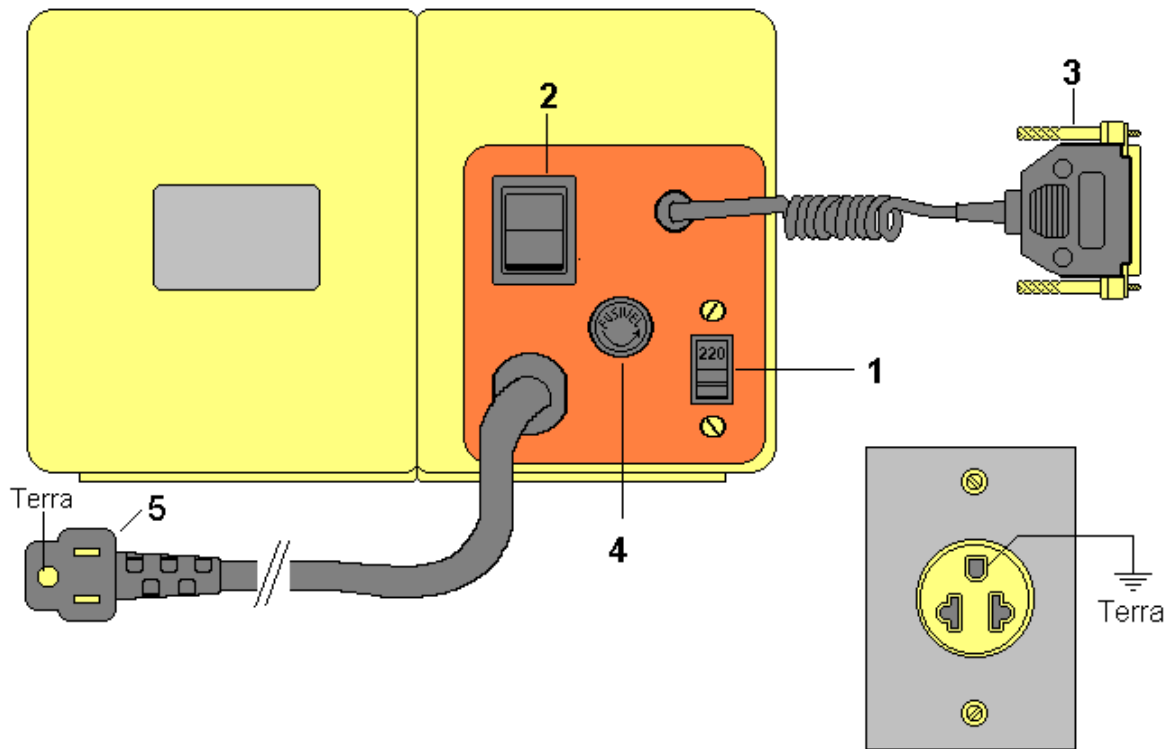

FIGURA 1
Verifique se a tensão de alimentação da impressora é compatível com a que será utilizada. Todos os equipamentos saem de fábrica para serem utilizados com a tensão de 220 VAC 60Hz - 15 % / + 10%. A alteração para 110 VAC é efetuada comutando-se a chave 110/220, situada na parte de trás do equipamento (figura 1 item 1). Caso seja necessário alterar a voltagem proceda também a troca do fusível (figura 1 item 4). Em caso de reposição proceda conforme segue:
OBS.: Observe que a tomada para ligar a impressora deve ser de três pinos, onde o pino central deve ser ligado a terra (figura 1 item 5).
A chave liga/desliga está situada na parte de traseira do equipamento (figura 1 item 2). Ao ser acionada, e estando o equipamento com rolo de etiquetas, o mesmo fará o posicionamento da etiqueta. Para tanto, duas etiquetas em branco serão emitidas.